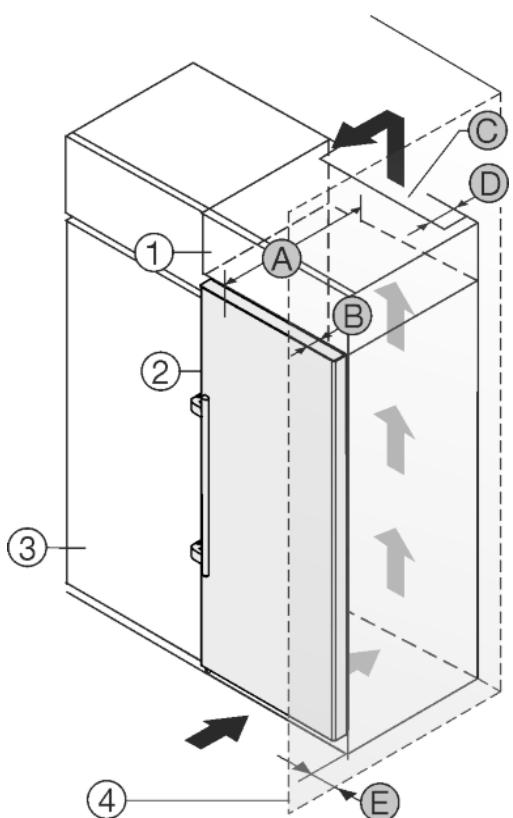

Fig. 26
Uredaj se može adaptirati za ugradnju u kuhinjske ormare. Kako biste uređaj Fig. 26 (2) prilagodili visini kuhinjskog namještaja, iznad uređaja možete postaviti viseći ormari Fig. 26 (1).
Uredaj se može postaviti direktno uz kuhinjski ormari Fig. 26 (3). Kako biste vrata mogli potpuno otvoriti, uređaj mora biti za dubinu Fig. 26 (B) ispred u odnosu na prednjicu kuhinjskog ormara. Ovisno o dubini kuhinjskih ormara i uporabi zidnih distancera, uređaj može i dalje stršati.
- Na stražnjoj strani visećeg ormara treba postojati otvor za odzračivanje dubine Fig. 26 (D) po cijeloj širini visećeg ormara.
- Ispod stropa prostorije treba poštivati ventilacijski presjek Fig. 26 (C).
Kada se uređaj postavlja s okovima pored zida Fig. 26 (4), treba poštivati razmak Fig. 26 (E) između uređaja i zida. To odgovara stajaju ručice kod otvorenih vrata.